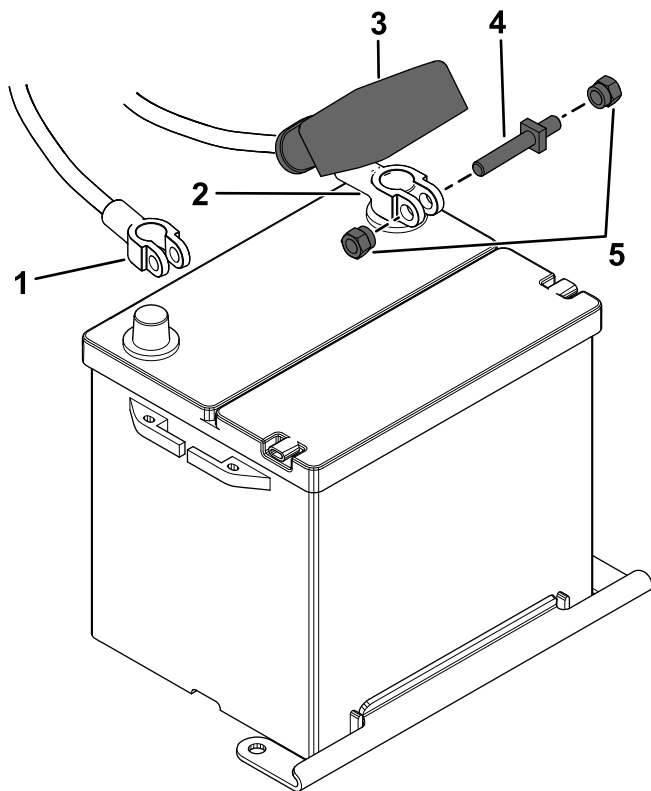

Figure 107
1. Débranchez les câbles de la batterie (Figure 107).
- Rebranchez les câbles de la batterie (Figure 107).